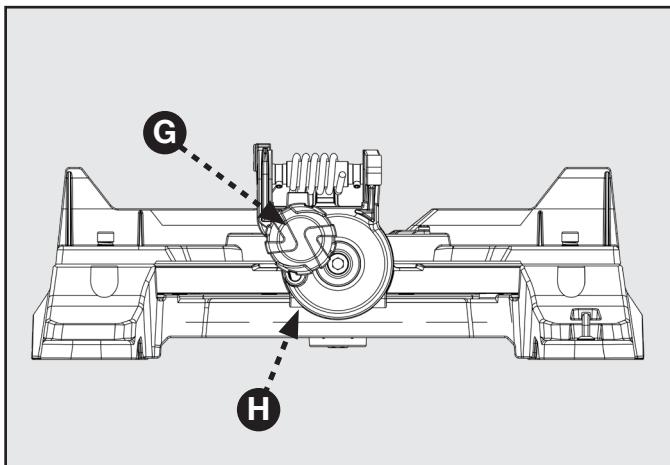

FIGURE 14
10. Si le haut ou le bas de la face de la lame n'est pas parfaitement aligné avec l'équerre, référez-vous à la figure 14 ci-dessous et effectuez les opérations suivantes.
11. Desserrez la manette de verrouillage de biseau (G).
12. Ajustez la vis de réglage de butée fixe (H) pour aligner la lame de scie avec l'équerre. Voir « Vis de butée fixe » dans la section sur le réglage.